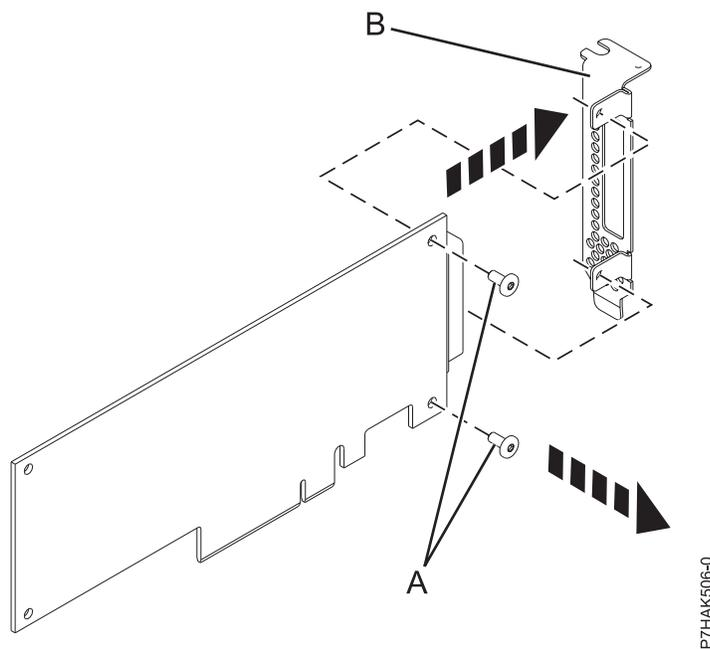

Abbildung 29. Kurzen Haltesteg aus einem PCIe-Adapter ausbauen
2. Entfernen Sie mit einem Kreuzschlitz-Schraubendreher die beiden Schrauben (**A**), mit denen der Haltesteg (**B**) am PCIe-Adapter befestigt ist, wie in Abb. 29 dargestellt.